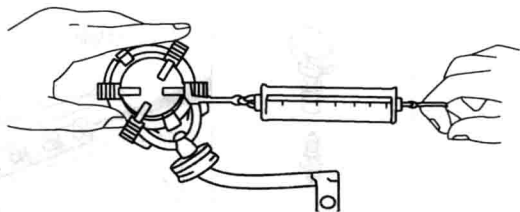

图 2-6 测试电刷弹簧力
② 测量电刷长度，如果任何一个电刷的磨损程度达到规定的最小值（最小值：5.5mm），应更换所有电刷。
③ 使用弹簧秤测量电刷弹簧力，如图 2-6 所示。